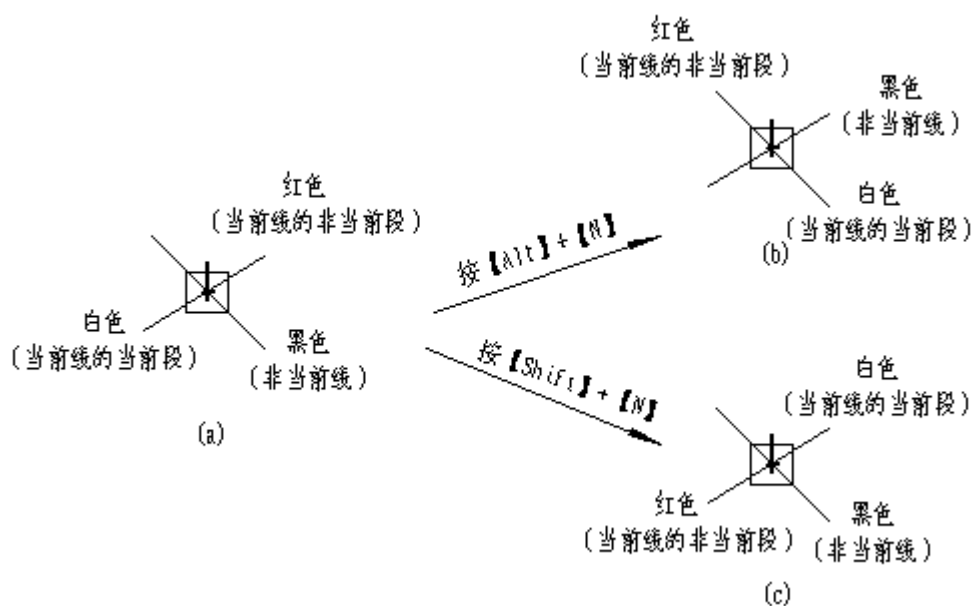

图 4.1-17
① 按【N】，光标移至最近的线上，如果该线的特征点也在上线范围内，则优先移到该线的特征点上。光标上线后，光标所在线称为当前线；
② 光标已在线上，按【N】光标移至距当前线最近的一个特征点上。如光标已在一特征点上时，按【N】则移至另一个特征点上（一般是向当前段一边移动），用此键可让光标到达线的任一特征点上；
③ 当光标在线与线的交点上时按【Alt】+【N】当前线在相交的几条线上切换，如图 4.1-17(a)到图 4.1-17(b)的变化所示；
④ 光标在交点上时，按【Shift】+【N】，当前段与非当前段在交点两边切换，如图 4.1-17(a)到图 4.1-17(c)的变化所示；